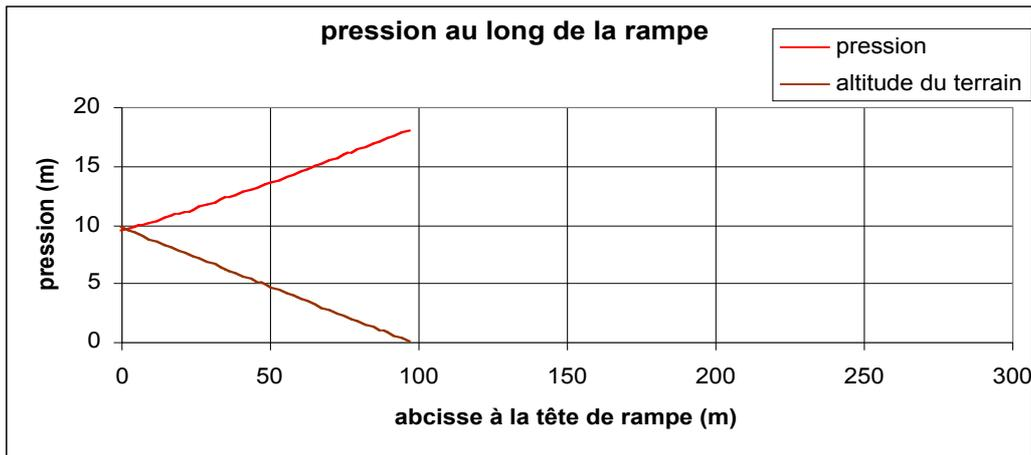

Fig. 6 : Une forte pente oblige à poser des gaines de longueur très faible.
3. Exemple de simulation sur une pente forte (10%) Fig. 6